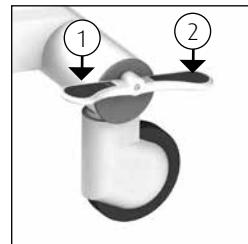

Abbildung 3 Halb-zentrale Bremsung und geradeaus fahren.
- Die halb-zentrale Bedienung der Bremsen ist das Pedal am Kopfende und am Fußende an beiden Seiten der Liege (*Siehe Abbildung 3*).
- Die Steuerungsrolle wird aktiviert, wenn die Außenseite des Pedals am Kopfende mit dem Fuß nach unten bewegt wird (2).